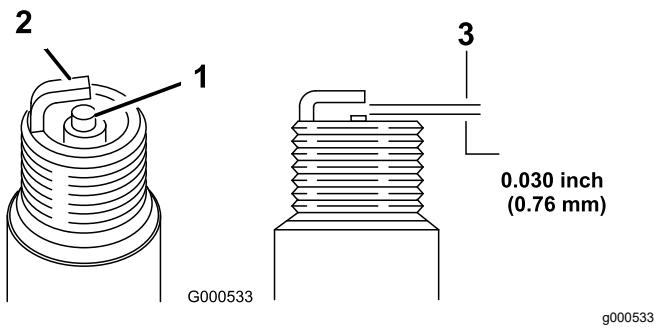

Figure 26
5. Réglez l'écartement des électrodes à 0,76 mm (0,030 po); voir Figure 26.